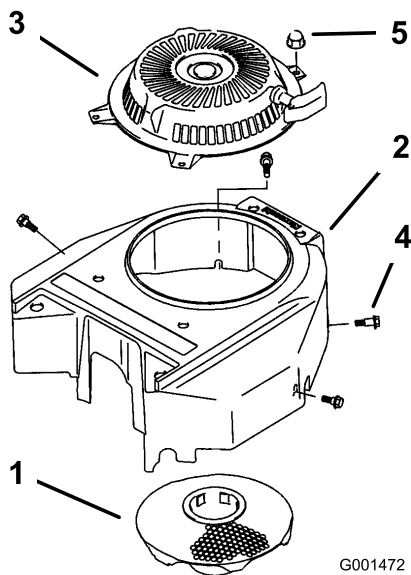

Figure 37
3. Retirez la grille d'entrée d'air, le lanceur et le boîtier du ventilateur (Figure 37).
5. Remettez la grille d'entrée d'air, le lanceur et le boîtier du ventilateur (Figure 37).